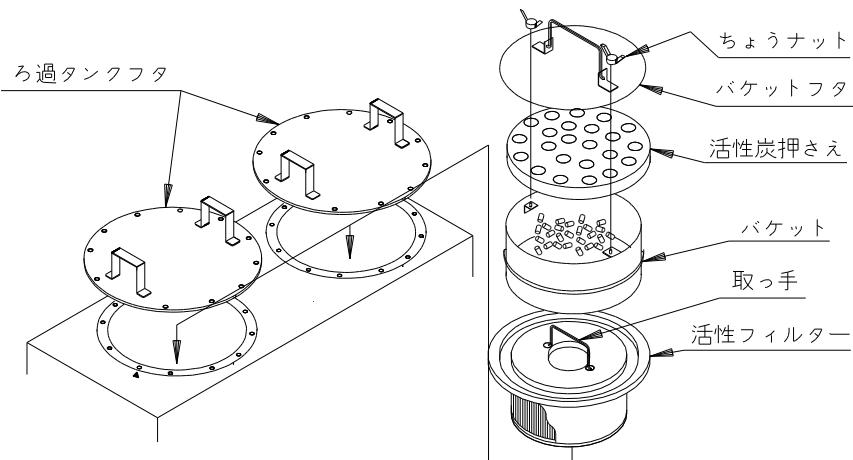

図10-2 活性炭、活性フィルターのセット
(図10-2参照)
- ③ ろ過タンクに下から活性フィルター、バケット（2ヶ）の順に入れる。（図10-2参照）